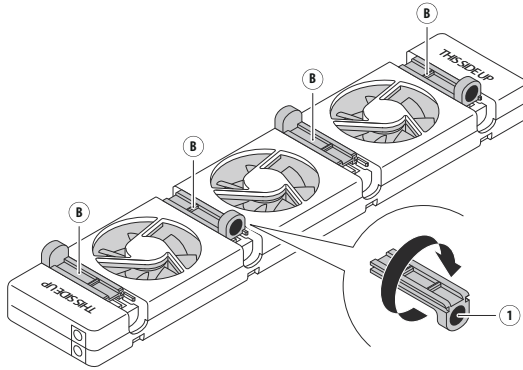

Afb. 4 - Aansluiten van meerdere SpeedComforts (A).
6. Voor lange radiatoren kunt u extra **SpeedComforts** (A) koppelen met de 30 cm lange **koppelkabels** (F) (zie afb. 4). Er kunnen meerdere **SpeedComforts** (A) (max. 20) op één **voedingsadapter** (D) worden aangesloten. Extra **temperatuursensoren** (E) zijn niet nodig. De Duo-set en Trio-set bevatten meerdere **SpeedComforts**.